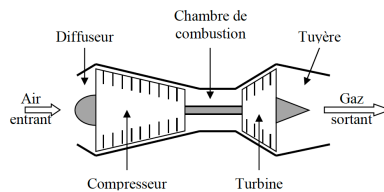

Figure 12 - Schéma de principe d'un turboréacteur simple flux
Pour leur propulsion, les avions sont équipés majoritairement de réacteurs. Cette dénomination usuelle désigne en fait des turboréacteurs qui appartiennent à la catégorie des turbomachines encore appelées générateurs ou turbines à gaz. Les turbomachines présentent plusieurs avantages par rapport aux moteurs à pistons, avec notamment un rapport puissance-poids environ trois fois supérieur. En effet, le nombre de pièces mobiles est réduit et leur mouvement est très simple, ce qui permet de les alléger. Ces machines sont inégalables lorsque de grandes puissances sont requises avec des contraintes d'espace ou de poids. Leur inconvénient majeur est que leur efficacité et leur réactivité chutent très rapidement à faible puissance : ils ne sont donc pas adaptés au domaine automobile par exemple. Les constituants principaux d'un turboréacteur sont un compresseur, une chambre de combustion et une turbine. Dans cette partie on étudie un turboréacteur dit simple flux (figure 12) pour lequel le gaz entrant dans le réacteur passe dans un diffuseur pour en diminuer la vitesse avant d'être comprimé par le compresseur. Le gaz comprimé arrive dans une chambre de combustion où il est chauffé avant d'être détendu partiellement dans la turbine qui fournit la puissance nécessaire au compresseur. En sortie de turbine, le gaz reste à une pression relativement élevée par rapport à la pression extérieure et il est détendu dans une tuyère, ce qui permet de l'accélérer : c'est cette accélération qui permet la propulsion de l'avion.
16. En considérant un réacteur positionné horizontalement avec son entrée à gauche comme indiqué sur la figure 12, représenter qualitativement le vecteur de la force exercée par l'air sur l'avion $\vec{F}_{air \rightarrow avion}$ ainsi que les vecteurs \vec{v}_e et \vec{v}_s dans le référentiel du réacteur. Comparer les normes v_e et v_s des vecteurs vitesses pour que la force exercée par l'air sur l'avion soit propulsive.